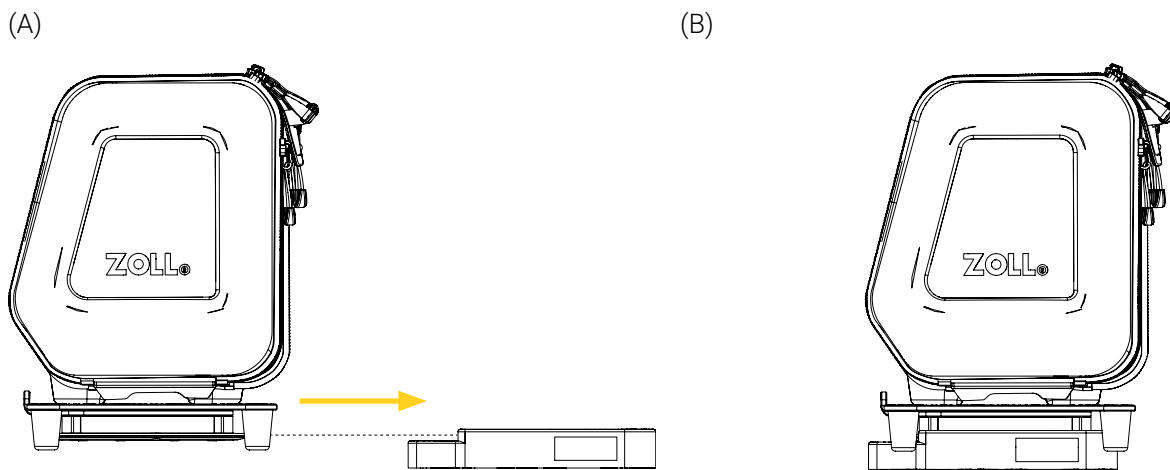

Figure 7: Installation du Bracket Pro Serie 27 – GR sur un système de fixation
1. Aligner et insérer le disque inférieur standard situé sous le Bracket Pro Serie 27 – GR horizontalement dans le système de fixation jusqu'à ce qu'il se verrouille (Figure 7), en veillant à ne pas coincer les câbles ou les tubes.